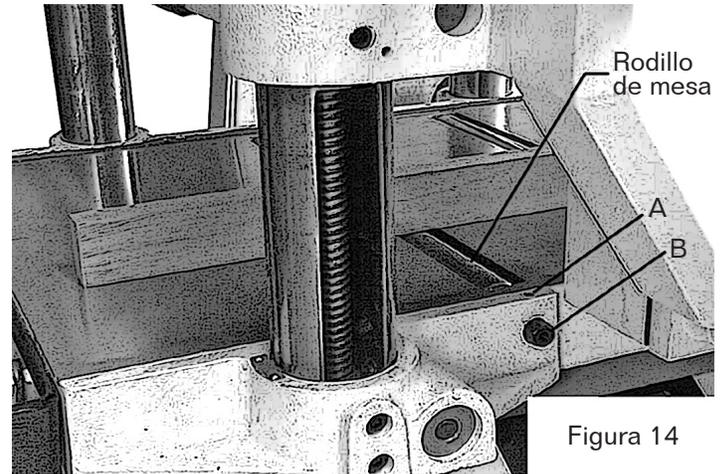

Figura 14
Su cepilladora se suministra con dos rodillos de mesa (Figura 14) que giran a medida que el material se alimenta a la máquina, reduciendo así la fricción. No es posible dar dimensiones exactas en el ajuste apropiado de altura de los rodillos de mesa porque cada tipo de madera se comporta de manera diferente. Como regla general, sin embargo, al cepillar el material bruto, los rodillos de mesa deben colocarse en posición alta. Al cepillar material liso, los rodillos deben estar en posición baja.
3. En un lado de la mesa, afloje los tornillos de fijación (A, Figura 14) con una llave hexagonal de 3 mm y gire los ejes excéntricos (B, Figura 14) para subir o bajar los rodillos.